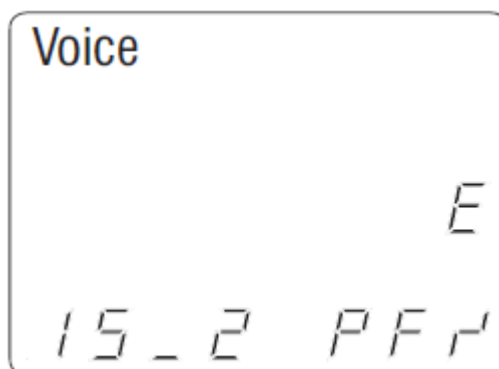

Рисунок 16. Режим редактирования.
1. В режиме измерения длины нажмите и удерживайте кнопку измерения длины/включения тонального генератора, пока в нижней части экрана не появится сообщение «EDIT CAP». На экране дисплея происходят следующие обновления (смотрите рисунок 16):